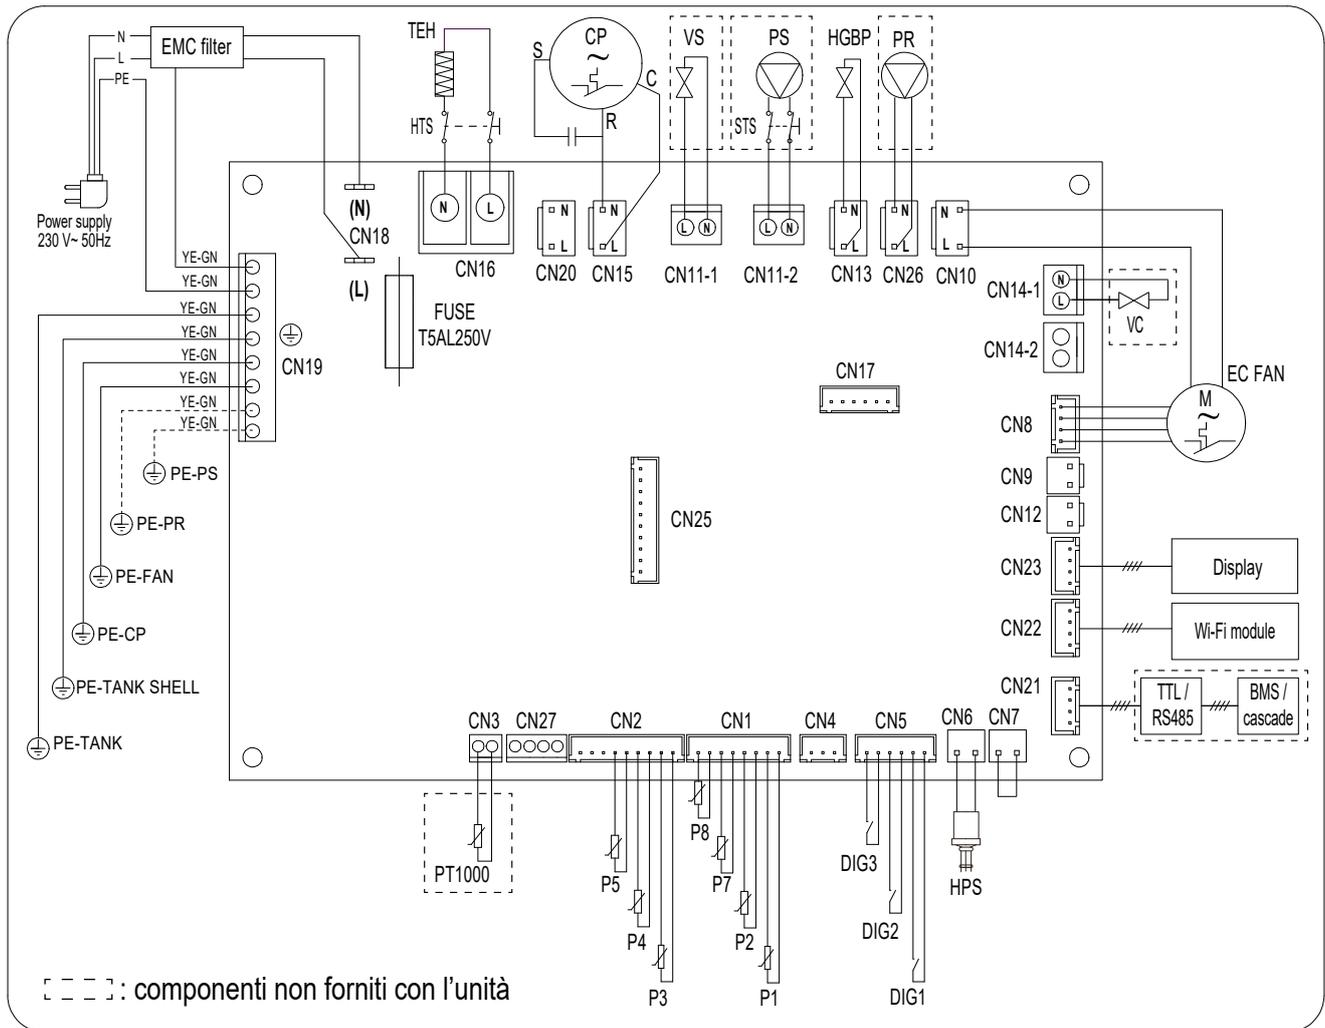

fig. 73 - Schema elettrico dell'apparecchiatura
- 1) La sonda PT1000 (part. 20) del pannello solare va collegata al morsetto CN3 (rif. "fig. 73 - Schema elettrico dell'apparecchiatura" a pagina 57) della scheda madre del master.
- 2) La pompa solare (part. 25) va collegata al morsetto CN11-2 (rif. "fig. 73 - Schema elettrico dell'apparecchiatura" a pagina 57) della scheda madre del master. L'alimentazione elettrica della pompa solare va intercettata dai termostati di sicurezza solare (uno per ciascuna unità) che vanno collegati in serie: questo per consentire il blocco della pompa solare in caso di sovratemperature in una delle unità della cascata
- 3) Montare una valvola solenoide normalmente chiusa (part. 32) per ciascuna unità della cascata. La valvola va collegata al morsetto CN11-1 (rif. "fig. 73 - Schema elettrico dell'apparecchiatura" a pagina 57) della scheda madre di ciascuna unità.